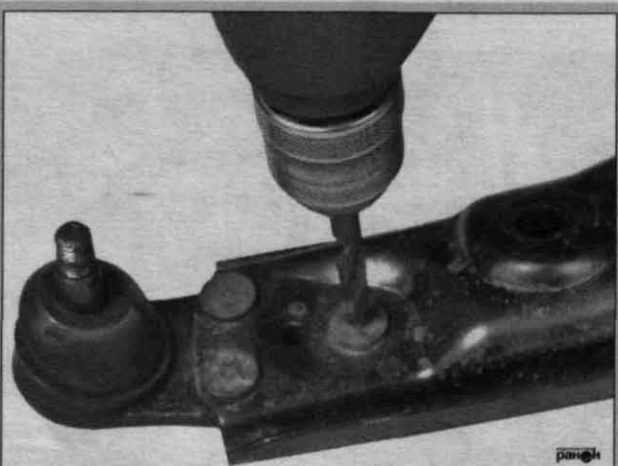

Рис. 5.7. Высверливание заклепок крепления шаровой опоры
- высверлить заклепки крепления шаровой опоры (рис. 5.7);